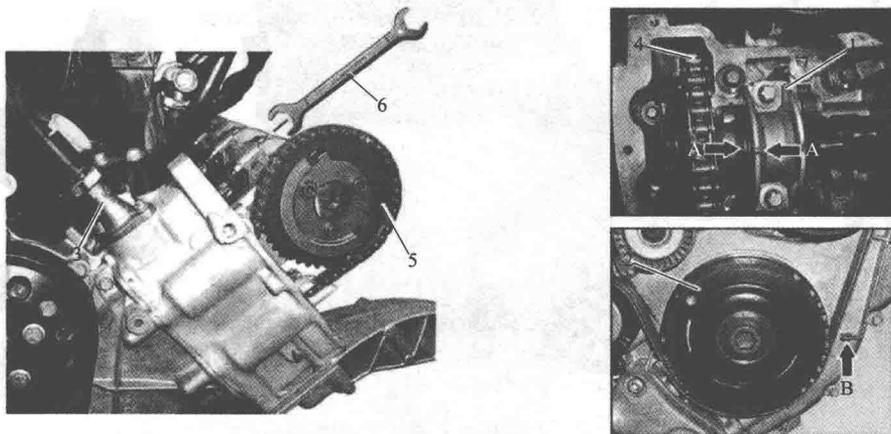

图 1-4 设置凸轮轴位置
① 在皮带滑轮 2 处转动发动机，将 1 号汽缸的活塞定位到点火上止点。皮带滑轮 2 上的上止点标记必须与正时齿轮室盖罩的定位缘（箭头 B）对齐。1 号汽缸的凸轮指向上方。
② 拆下链条张紧器 3 [发动机 266.920/940（截止到尾数 002468），发动机 266.960（截止到尾数 002614），发动机 266.920/940（尾数 002469 以后），发动机 266.960（下列尾数以后：002615）]。
③ 从凸轮轴链轮 5 上分开发动机正时链 4，并保持其张紧状态。
④ 用两端开口扳手 6 将凸轮轴旋转到基本位置（点火上止点），凸轮轴和凸轮轴轴承盖 1 的标记（箭头 A）的中央必须互相正对。
⑤ 将发动机正时链 4 装配在凸轮轴链轮 5 上，安装链条张紧器 3 [发动机 266.920/940（截止到尾数 002468），发动机 266.960（截止到尾数 002614），发动机 266.920/940（尾数 002469 以后），发动机 266.960（下列尾数以后：002615）]。
⑥ 沿发动机运转方向转动发动机两次，检查凸轮轴的基本位置。以上操作涉及部件及位置见图 1-4。